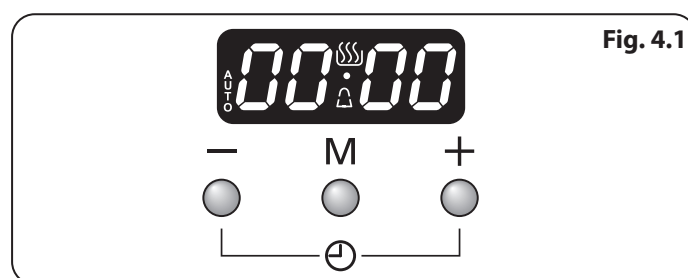

Fig. 4.1
1. L'horloge LCD est présentée en (Fig. 4.1). Une fois la cuisinière connectée et allumée, l'écran clignote (00.00) et l'heure débute à (00.00).